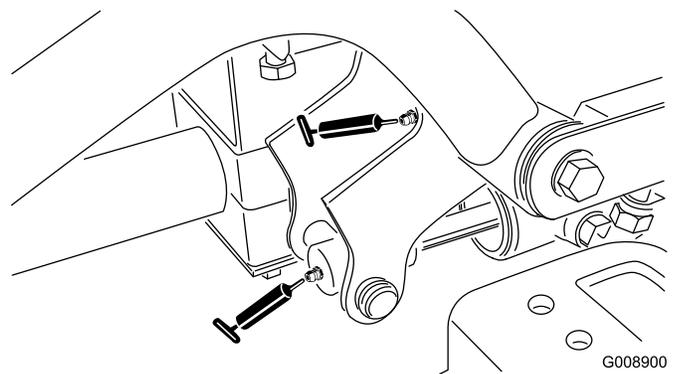

Figura 39
- 2 articulações dos braços de elevação dianteiros direitos e cilindro de elevação (**Figura 39**)